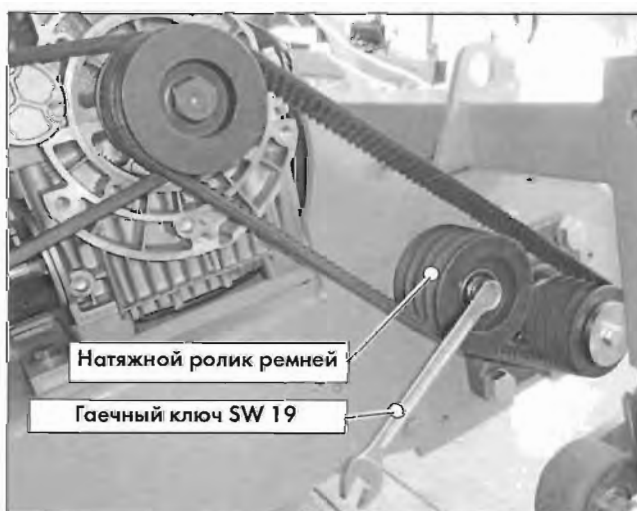

Рис. 6.7 Клиноременной привод фрезерного вала
3. Ослабьте натяжной ролик клиновых ремней, ослабив винт (Рис. 6.7)!
4. Нажмите на натяжно ролик клиновых ремней вниз против клиновых ремней и затяните обратно винт (Рис. 6.7)!
- Ослабьте натяжной ролик ремней, ослабив винт (Рис. 6.7)!
- Оттяните натяжной ролик вверх от клиновых ремней и закрепите, затянув обратно винт (Рис. 6.7)!